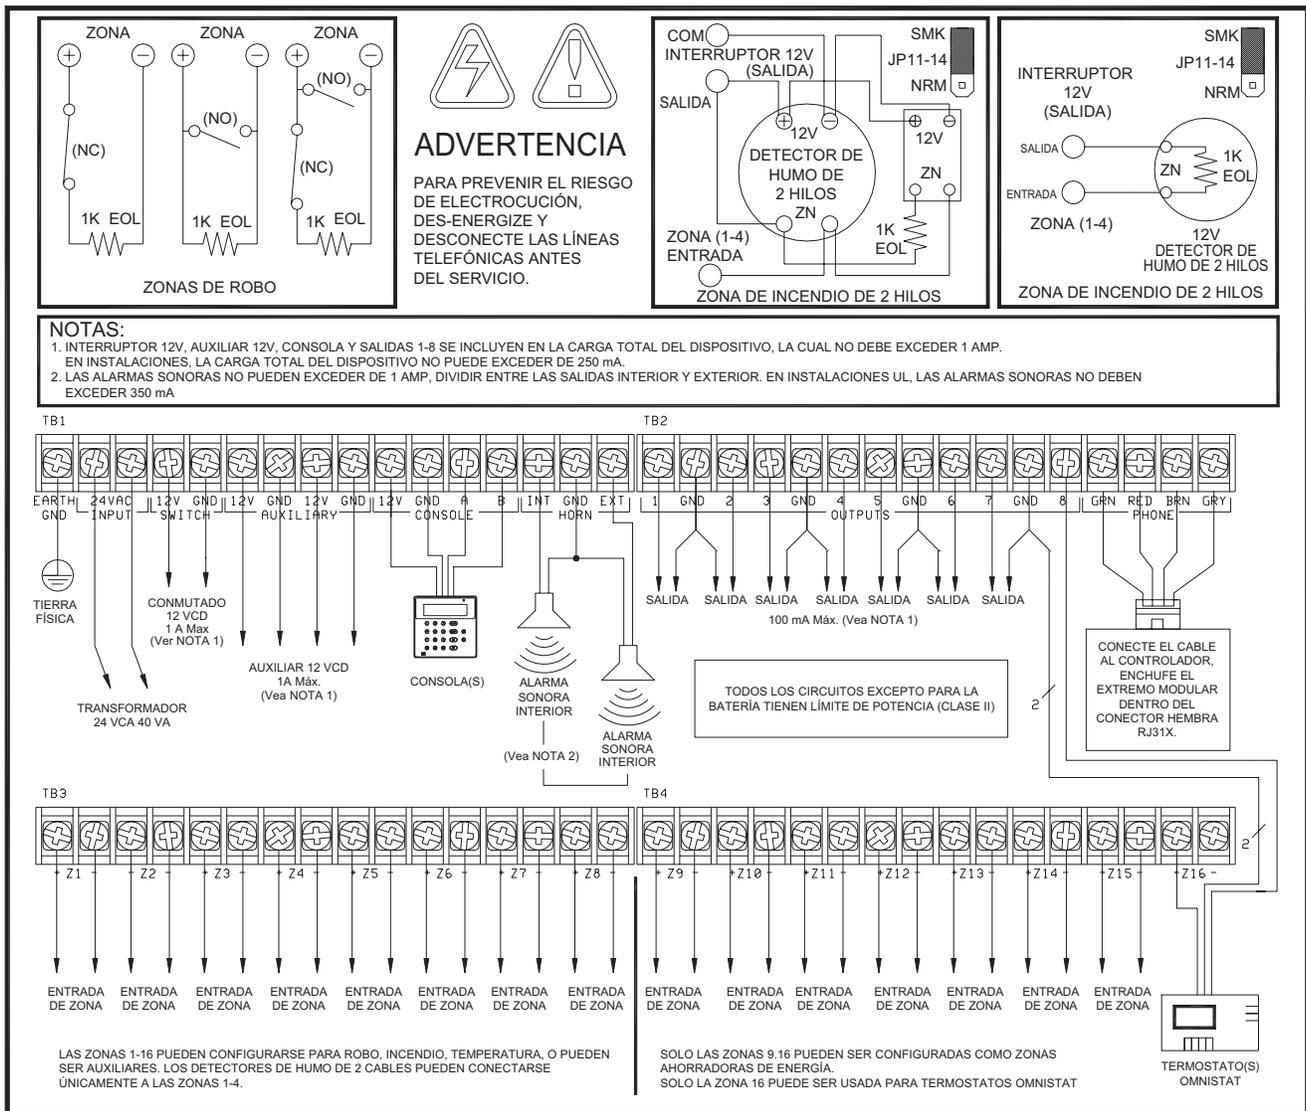

FIGURA 2 - DIAGRAMA GENERAL DE CONEXIONES
6. Para las configuraciones de las zonas antirrobo, consulte la **FIGURA 2 (DIAGRAMA GENERAL DE CONEXIONES)**.